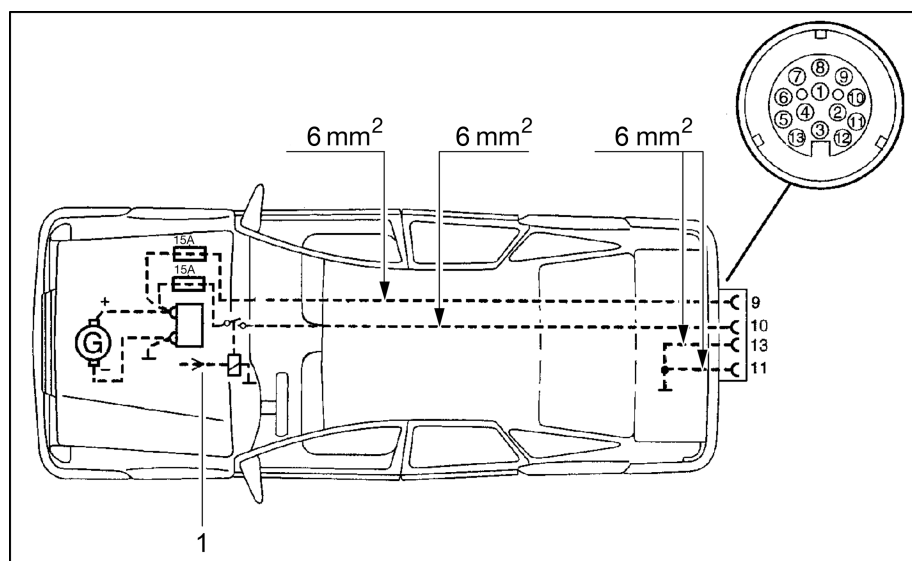

Bild 102 Zugwagen-Installationsplan
- ▷ Das Zugfahrzeug mit den entsprechenden Kabelquerschnitten und einem Relais für die Stromversorgung (gesteuert über Zündung) nachrüsten (siehe Bild 102).